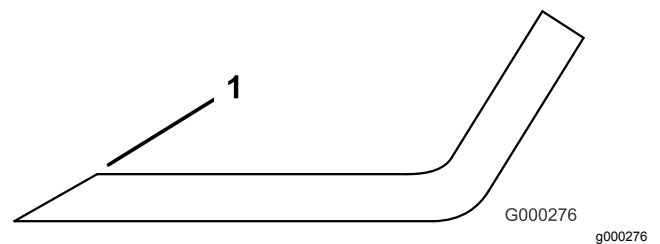

Figura 131
- Inspecione as extremidades de corte de todas as lâminas e afie-as se apresentarem sinais de desgaste ou ranhuras (Figura 131).
Nota: Afie apenas a zona superior da parte cortante e mantenha o ângulo de corte original para garantir um desempenho eficaz da lâmina (Figura 131). A lâmina manterá o equilíbrio se for retirada a mesma quantidade de metal de ambas as extremidades de corte.